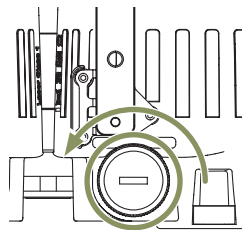

Abb. 4
1. Das Batteriefach durch Drehen gegen den Uhrzeigersinn öffnen, siehe Abb. 4.